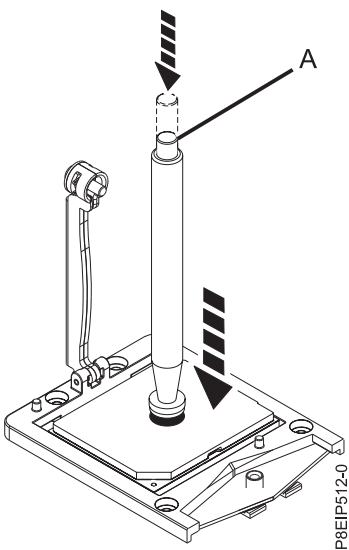

Figura 66. Bloqueo del lápiz de vacío en el módulo de procesador del sistema
8. Baje la herramienta de lápiz de vacío hasta el módulo de procesador del sistema. Presione la parte superior del lápiz (A) y manténgalo en el centro del módulo de procesador, como se muestra en la Figura 66. Libere la parte superior del lápiz para fijarlo al módulo de procesador.